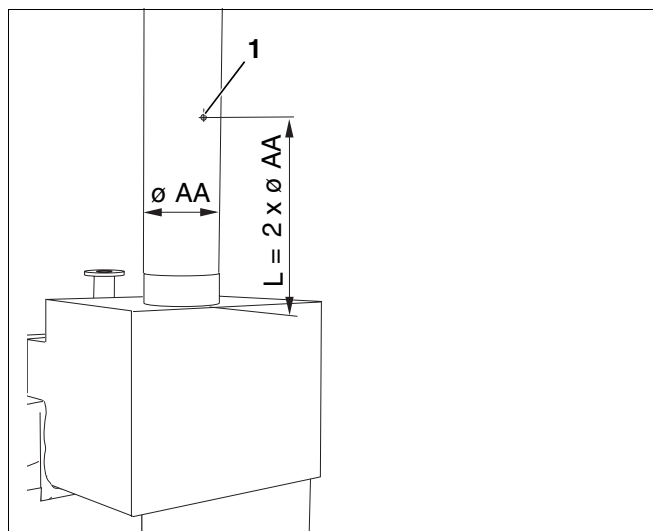

Рис. 10 Проведение замеров
Для проведения приведенных далее измерений нужно на присоединительном участке системы дымовых газов сделать отверстие для замеров (рис. 10, **поз. 1**). Расстояние от прерывателя тяги должно быть равно двум диаметрам дымовой трубы (AA).
- Точку замера на присоединительном участке (рис. 10, **поз. 1**) разместить на стороне, отвернутой от котла. Для этого просверлить отверстие диаметром 8 мм.